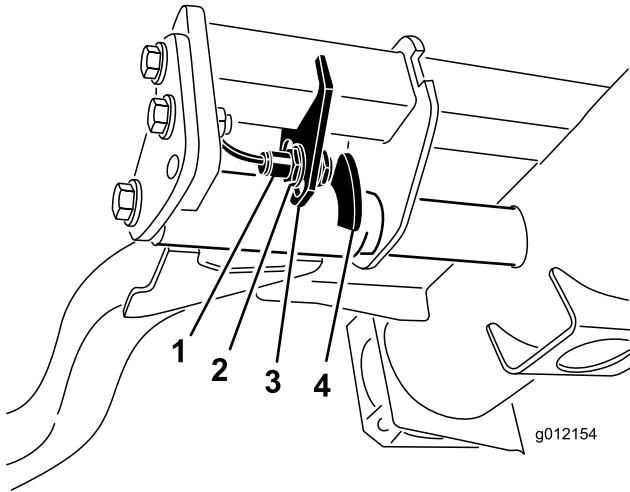

Figura 54
- El interruptor del brazo de elevación está situado debajo del depósito de aceite hidráulico y detrás del brazo de elevación delantero derecho (Figura 54).
- Afloje los tornillos de montaje del interruptor (Figura 54) y desplace el interruptor hacia abajo para aumentar la altura de giro del brazo de elevación, o hacia arriba para reducir la altura de giro del brazo de elevación. Apriete los tornillos de montaje.